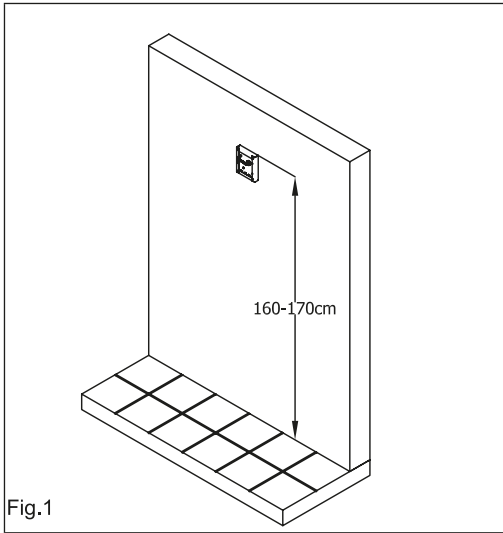
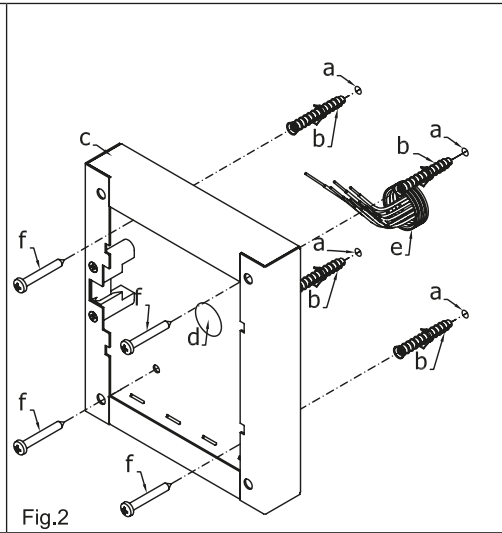

Fig.1
Fig.2
1. Appoggiare la scatola da superficie alla parete lasciando circa 165-170cm tra la parte alta della scatola ed il terreno come mostrato in figura 1 quindi prendere i riferimenti per i fori di fissaggio tenendo presente che il gruppo di fili **e** (fig.2) deve passare attraverso l'apertura **d** presente sulla scatola da superficie. **Se non indicato, il verso di montaggio della scatola deve essere tale da far rimanere la cerniera sulla sinistra;**
1. Dopo aver opportunamente protetto i fori di fissaggio per il supporto moduli, murare la scatola da incasso ad una altezza tale da avere circa 165-170cm tra la parte alta della scatola e il terreno avendo cura di far passare il gruppo di fili e (fig.2) attraverso uno dei fori precedentemente aperti sul fondo della scatola. **Se non indicato sul fondo della scatola, il verso di muratura deve essere tale da lasciare la cerniera sulla sinistra. Fare attenzione affinché la scatola sia murata a filo muro finito;**
1. Place the surface box against the wall (165-170cm between the top of the box and the floor level as show in figure 1) and mark the fixing holes for the wall plugs and hole for the cables **e** (fig.2). **Observe the orientation of the box with the hinge on the left;**
2. As shown on figure 2, drill the fixing holes **a**, insert the wall plugs **b** and feed the cables **e** through the surface box opening **d**, fix surface box **c** to the wall using the screws **f**;
1. Protect the module support frame fixing holes from dust then embed the back box into the wall (165-170cm between the top of the box and the floor level as shown on the figure 1) feeding the cables **e** (fig.2) through a previous opened hole in the box. **Observe the direction of the box ensuring the hinge is on the left and take care that the box profile is in line with the finished wall profile;**